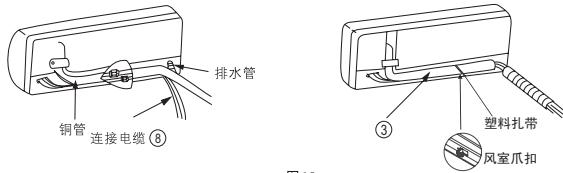

图10
- 把机组的下部抬起,按图10所示要求
- (1) 把出水管塞进预埋在墙洞内的墙洞管内。
- (2) 当把铜管接上之后,请首先合拢铜管上开口处保温材料,裹紧接口处。